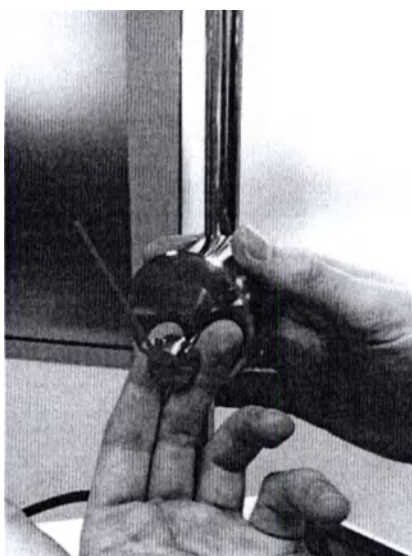

Рис. 3.7 – Штырь шарнира
3.3.1.6 Для того чтобы согнуть шарнир, необходимо потянуть штырь на круглой части шарнира на себя. Согните шарнир до нужного положения и отпустите штырь (рис.3.7).